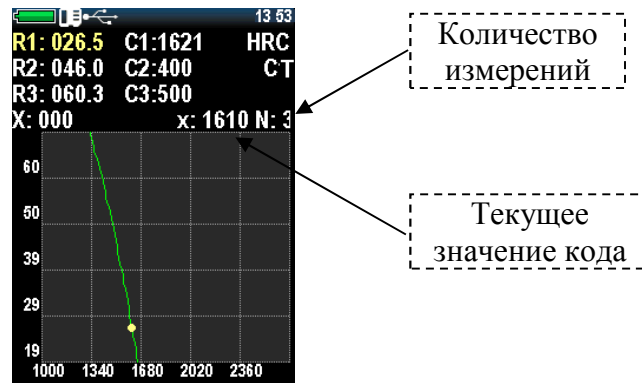

Рисунок 2.31 – Проведение замеров для калибровки
- Затем наведите курсор на значение твердости в соответствии с образцом, и сделайте не менее 5 измерений (рис. 2.31). Убедитесь, что значение х (текущее значение кода) не будет изменяться более чем на 3%.